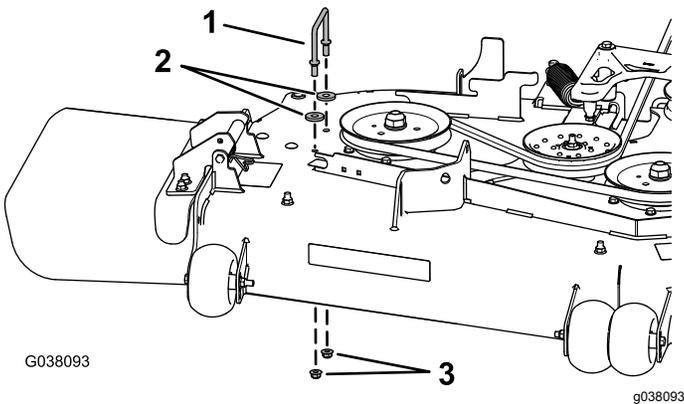

Figura 22
3. Rimuovete la staffa del copricinghia destro, **2 rondelle (solo per piatto di taglio da 152 cm)** e 2 dadi flangiati dal piatto di taglio (Figura 22).